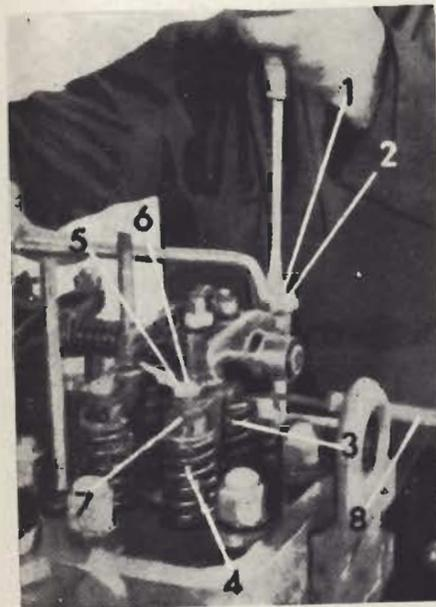

Fig. 2.8. - Ajuste de la válvula interior (1.ª fase)
2.9 REGULACIÓN DEL JUEGO DE VÁLVULAS (figs. 2.8 y 2.9)
2.10 AJUSTE DE CADA PAREJA DE VÁLVULAS (figs. 2.8 y 2.9)
- a) Aflojar la tuerca (5) y el tornillo (6) para aumentar el juego entre la válvula exterior y el empujador de válvulas (7).
- b) Aflojar la tuerca (2) y el tornillo de ajuste del balancín (1).
- c) Proceder al ajuste de la válvula interior (3) actuando sobre el tornillo de ajuste (1) hasta dejar un juego de 0,4 mm. fijando a continuación (1) mediante su tuerca (2).
- d) Proceder al ajuste de la válvula exterior (4), actuando sobre el tornillo de ajuste (6) hasta dejar un juego de 0,4 mm., fijando a continuación (6) mediante la tuerca (5).